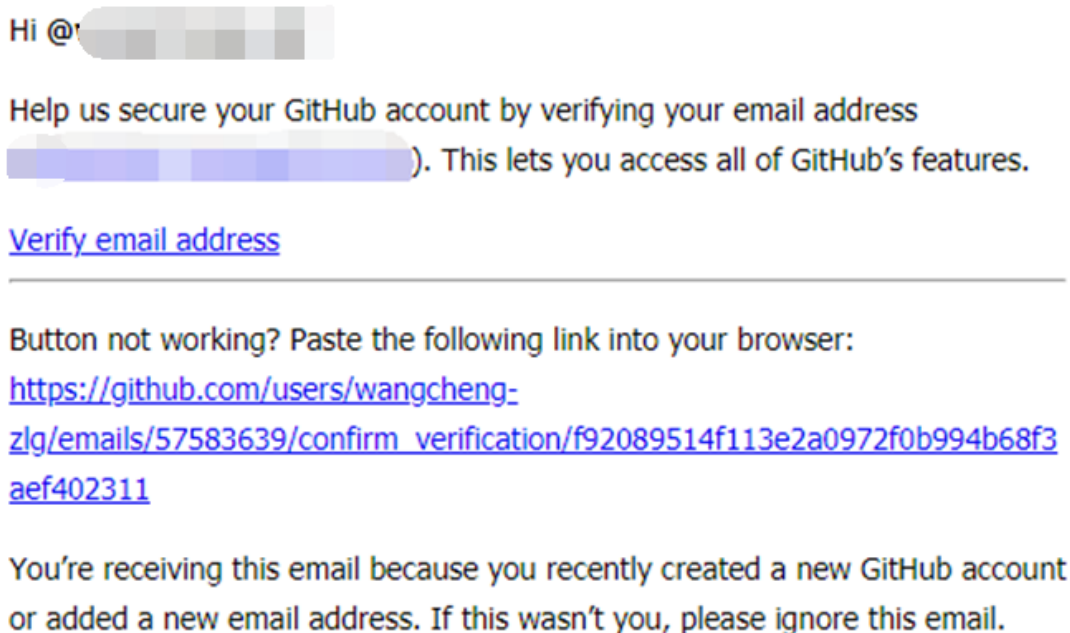

图 8 激活邮箱
4. 激活邮箱，注册邮箱会收到一封邮件，点击其中的激活链接即可，如图 8 所示。到此准备工作完成。